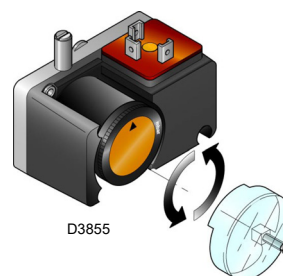

Fig. 30
- Régler le pressostat gaz seuil minimum (Fig. 30 à la p. 27) en début d'échelle.
Effectuer le réglage du pressostat gaz seuil minimum après avoir effectué tous les autres réglages du brûleur avec le pressostat réglé en début d'échelle (Fig. 30).